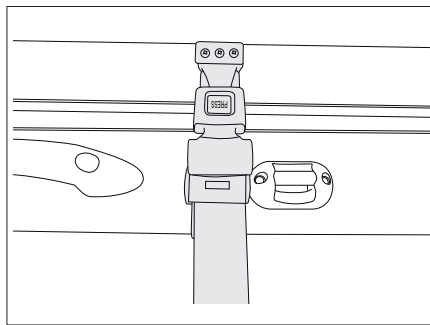

Bild 173 Säkerhetsrem höjbar säng, manuell
- Lossa säkerhetsremmen (Bild 173).
- Fäst säkerhetsremmen (Bild 173).